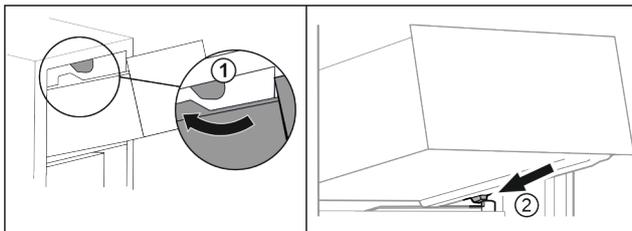

Fig. 63
- ▶ Introduzca el cajón rodeando los topes superiores. Fig. 63 (1)
- ▶ Coloque el cajón inclinado detrás de los topes inferiores sobre la nervadura para recipientes. Fig. 63 (2)